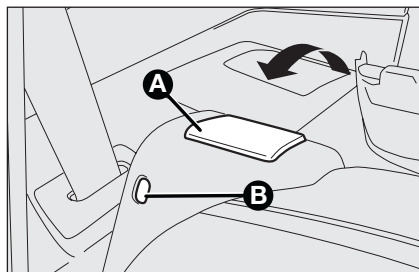

fig. 77
- ☐ levante la palanca A-fig. 77 de sujeción del respaldo y abátalo hacia delante para así conseguir un compartimento de carga uniforme. El levantamiento de la palanca es confirmado por una "banda roja" B;